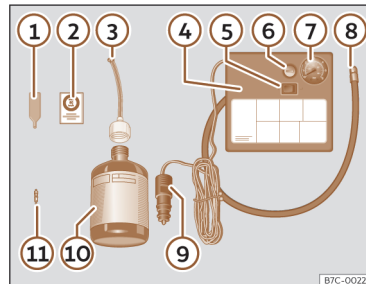

Fig. 63 Representação standard: conteúdo do kit antifuros.
1. Desenrosque a proteção e o obus da válvula do pneu. Utilize o aparelho >>> Fig. 63 ① para retirar o obus. Coloque-o numa superfície limpa.
2. Agite com força a garrafa de vedante de pneus >>> Fig. 63 ⑩.
3. Enrosque o tubo de enchimento >>> Fig. 63 ③ na garrafa de vedante. O selo da garrafa partir-se-á automaticamente.
4. Remova o tampão do tubo de enchimento >>> Fig. 63 ③ e enrosque a extremidade aberta do tubo na válvula do pneu.
7. Volte a colocar o obus com o aparelho >>> **Fig. 63 ①** na válvula do pneu.
1. Enrosque o tubo de enchimento do pneu do compressor >>> **Fig. 63 ⑧** na válvula do pneu.
2. Verifique se o parafuso de evacuação de ar está fechado >>> **Fig. 63 ⑥**.
3. Ligue o conector >>> **Fig. 63 ⑨** a uma tomada de corrente de 12 volts do veículo.
4. Ligue o compressor de ar com o interruptor ON/OFF >>> **Fig. 63 ⑤**.
11. Cole o autocolante >>> **Fig. 63 ②** no painel de instrumentos, dentro do campo visual do condutor.